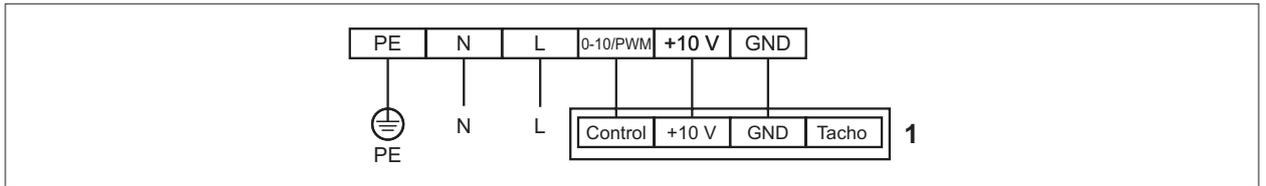

Abb. 6.1 Schaltplan Stufenlosen Drehzahlsteller 0 - 10V
- ▶ Abb. 6.1 Schaltplan Stufenlosen Drehzahlsteller 0 - 10V beachten.